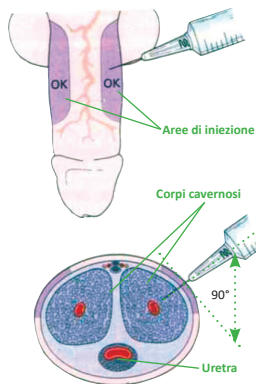

Fig.10
5.2 Aree di iniezione (Fig.10):